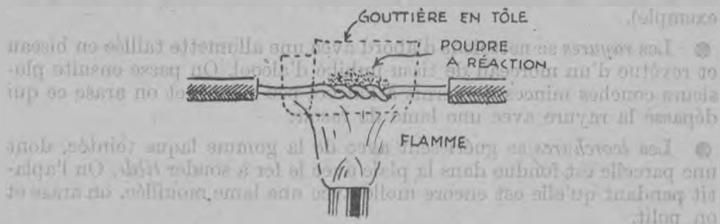

Fig. 2.
● Une autre méthode est la *soudure à réaction*. On fait la torsade comme d'habitude, on met du *chlorure de zinc anhydre* [donc sec et en poudre (2)] et on chauffe avec une flamme quelconque jusqu'à dégagement de fumées blanches, indiquant que le chlorure s'est décomposé et que le métal s'est recouvert d'une couche de zinc formant contact. Il faut chauffer à l'abri de la flamme, dans une petite gouttière (fig. 2). La soudure à réaction
(1) Chez Odam, 131, rue d'Avron, Paris (20^e), ou à l'Aluminium Français, entre autres fournisseurs.
(2) Appelé « poudre à réaction » par les fournisseurs spécialisés ci-dessus